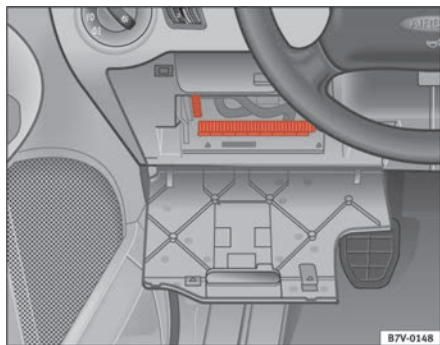

Abb. 162 Links in der Instrumententafel: Sicherungskasten
- Nehmen Sie die Abdeckung des Sicherungskastens ab ⇒ Abb. 162.